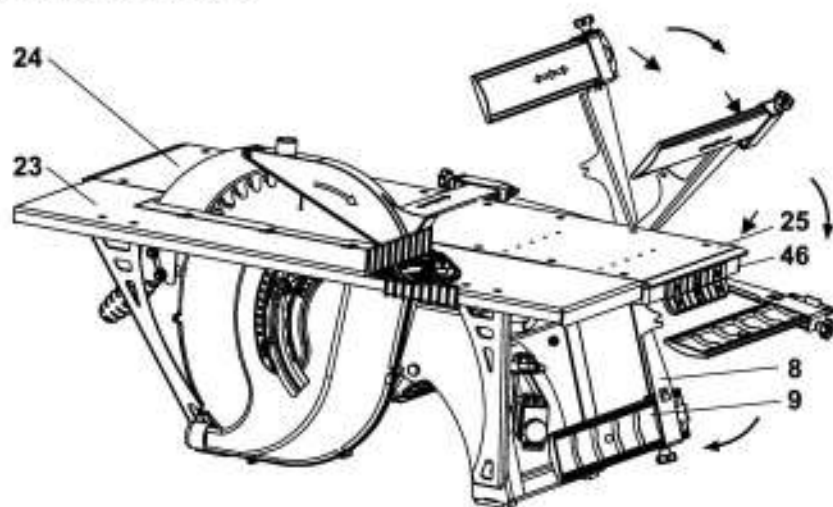

Рисунок 14. Положение кронштейна с ограждением под загрузочным столом
- ограждение 8 ножевого вала разместить под загрузочным строгальным столом 25. Для этого, отвернуть винт-барашек 29 (рис. 2), фиксирующий кронштейн, и поворотом кронштейна с ограждением вокруг оси разместить их под загрузочным столом 25 (рис. 14).